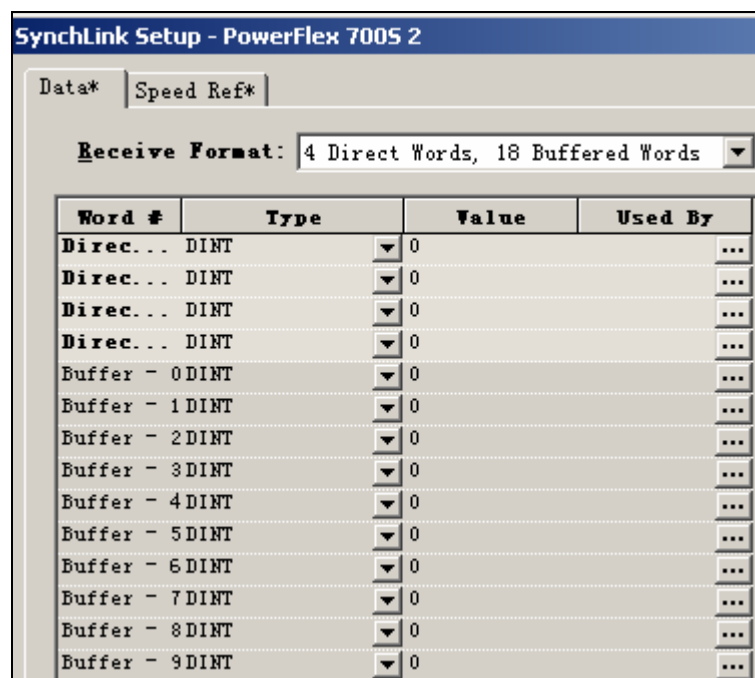

图 6-34 # 1 变频器的发送格式
22) 然后我们看到 PowerFlex700S Phase II 变频器为我们配置了 4 个直接连接的字，18 个缓冲连接的字，如图 6-34 所示。